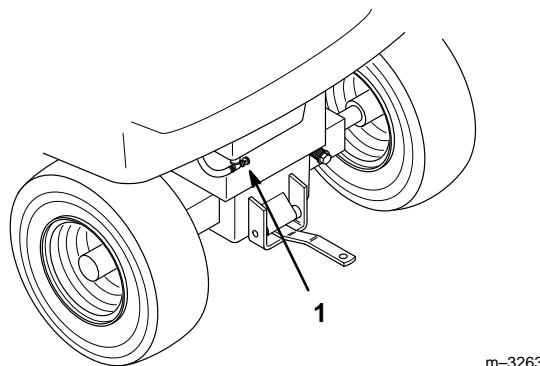

Abbildung 42
2. Den Kraftstoffhahn am Kraftstofftank schließen (Abb. 42 & 43).
2. Das Kraftstoffventil am Kraftstofftank schließen (Abb. 42 & 43). Die Haube öffnen und die Seitenbleche abnehmen.
6. Den Kraftstoffhahn am Kraftstofftank öffnen (Abb. 42 & 43).